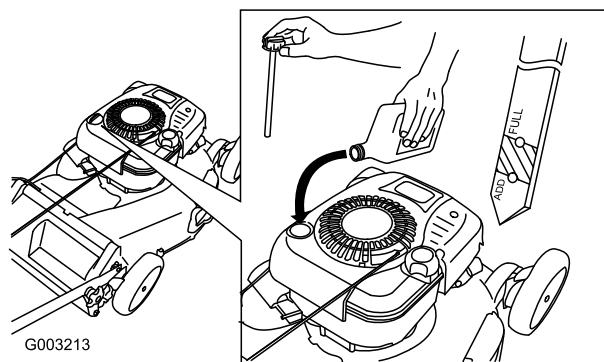

Figura 37
4. Versate **lentamente** l'olio nel tubo di riempimento finché non raggiunge il segno di **pieno** sull'asta (Figura 37). **Non riempite troppo.** (Capacità max.: 0,77 l, tipo: (olio detergente SAE 30W con service classification API SF, SG, SH, SJ, SL o superiore.)